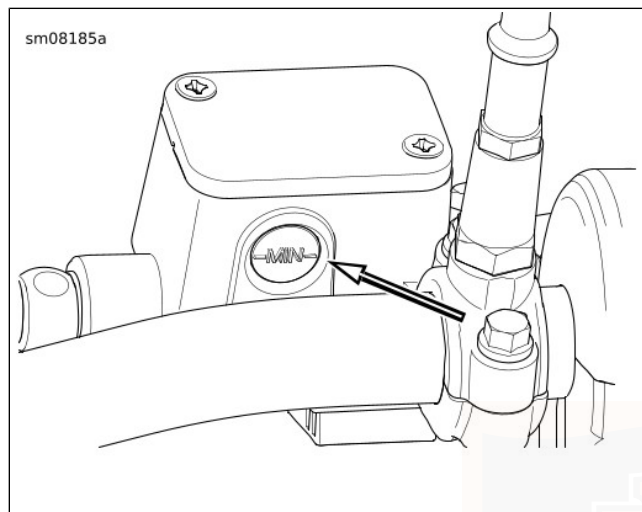

Figura 34. Mirilla del depósito de la bomba delantera
2. **Delantero:** vea Figura 34. Verifique el nivel en la mirilla del depósito delantero. El nivel debe estar arriba de MIN (nivel mínimo).